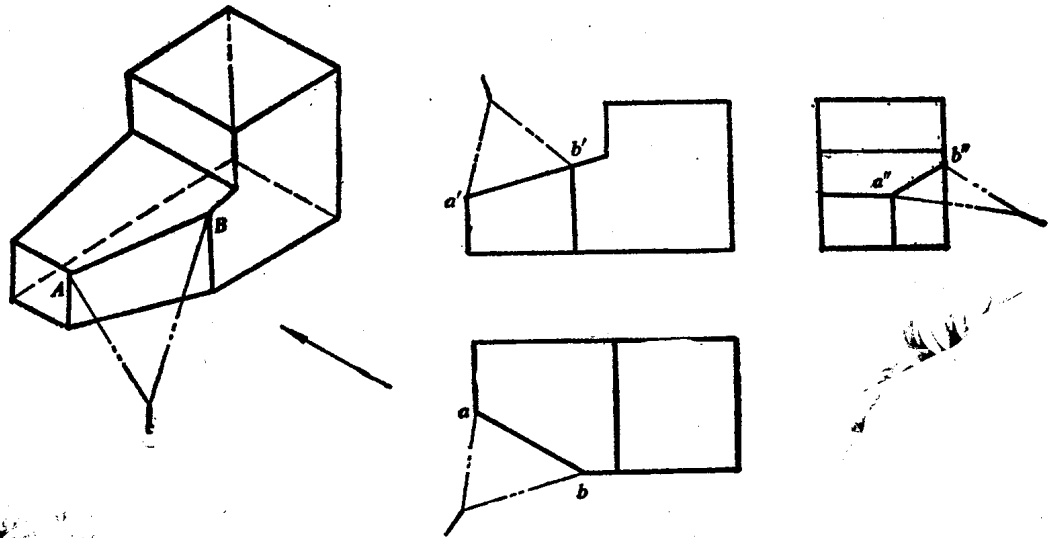

图1-17 直线的投影特性 (一)
1. 直线与投影面倾斜——收缩性 如图1-17所示，楔块上的轮廓线 AB 与 V 面、 H 面、 W 面都倾斜，它在三视图上的投影 $a'b'$ 、 ab 及 $a''b''$ 都短于轮廓线 AB 。这种直线变短的性质称为直线的收缩性。